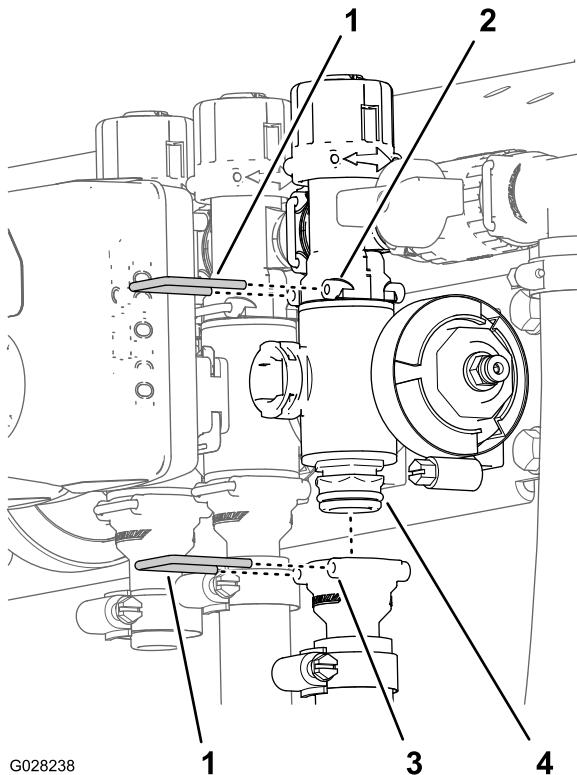

Bild 120
2. Entfernen Sie die Halter, mit denen das Auslaufanschlussstück am Abschnittsventilverteiler und dem Ventilverteiler am Sicherheitsventil-Anschlussstück befestigt ist (Bild 120).